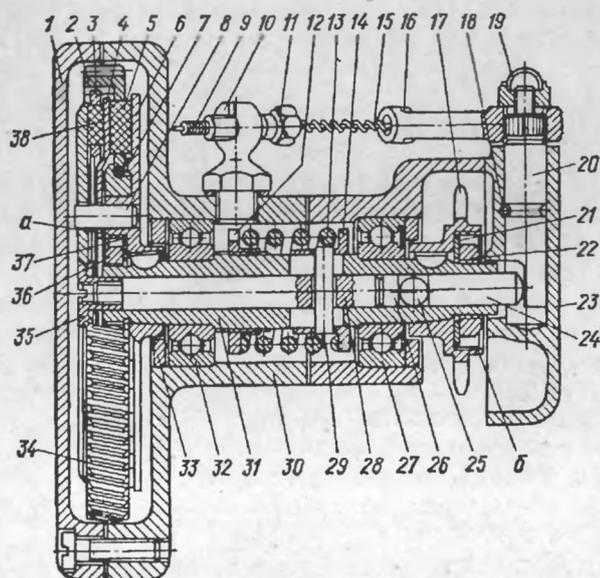

Рис. 38. Муфта сцепления:
Муфта сцепления (рис. 38, 39) — двухдисковая, с вкладышами, изготовленными из материала, имеющего большой коэффициент трения. Состоит она из основного диска 6, шестерни 2, ведущего диска 3, ведомого диска 4 и наружного диска 34. Основной диск 6 с помощью конического соединения и шпонки неподвижно установлен на валике 31 и закреплён гайкой 36. С другой стороны валика 31 на таком же соединении закреплена ведущая звездочка 17. Валик вращается на двух шариковых подшипниках 32 и 27. Наружные обоймы подшипников запрессованы в картер двигателя и, кроме того, фиксируются уплотнительными кольцами 33.
1. Неправильная регулировка управления сцепления, при которой отсутствует зазор между пальцем 20 и стержнем 24 (рис. 38) и ведущие и ведомые диски не прижаты друг к другу. При этом рычаг ручки муфты сцепления не будет иметь свободного хода. Для устранения пробуксовки необходимо вывернуть на несколько оборотов регулировочный винт 11 и обеспечить свободный ход рычага ручки муфты сцепления в пределах 5—7 мм. Если обеспечить свободный ход рычага винтом 11 не удастся, надо отвернуть